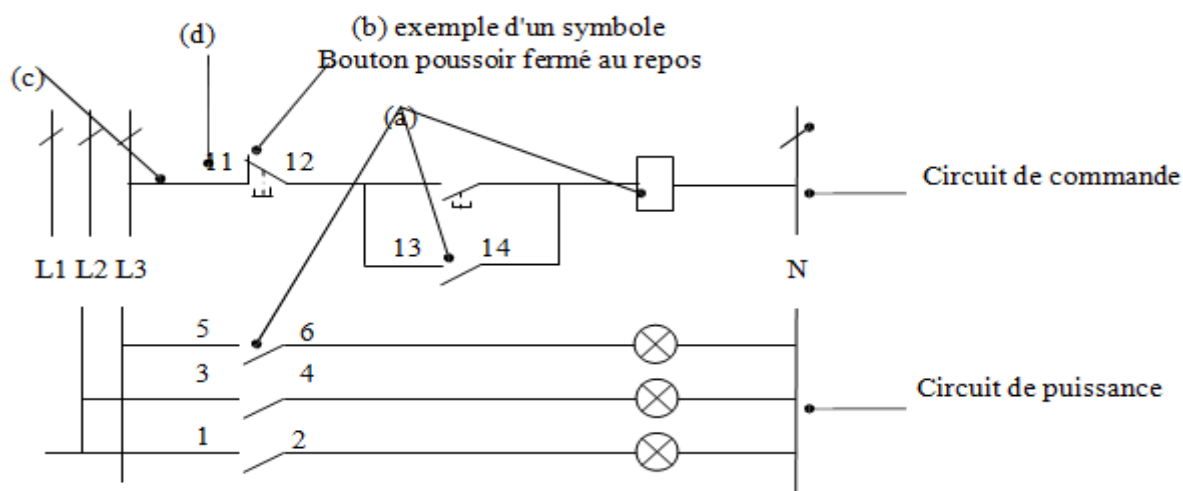

Fig.1.5. Schéma électrique
La représentation graphique conventionnelle d'une installation (ou d'une partie d'installation) est réalisée à l'aide des schémas qui montrent les relations mutuelles des différentes parties de l'équipement (fig.1.5.a) et les moyens de liaison employés à cet effet.
- des symboles (fig.1.5.b), qui représentent des éléments d'équipement, des machines, des appareils, des organes de machine ou d'appareil ;
- des traits (fig.1.5.c), qui représentent des connexions électriques, des liaisons mécaniques ;
- des repères (fig.1.5.d), qui permettent d'identifier les appareils ou les organes des appareils, les bornes et les conducteurs qui aboutissent à ces bornes.